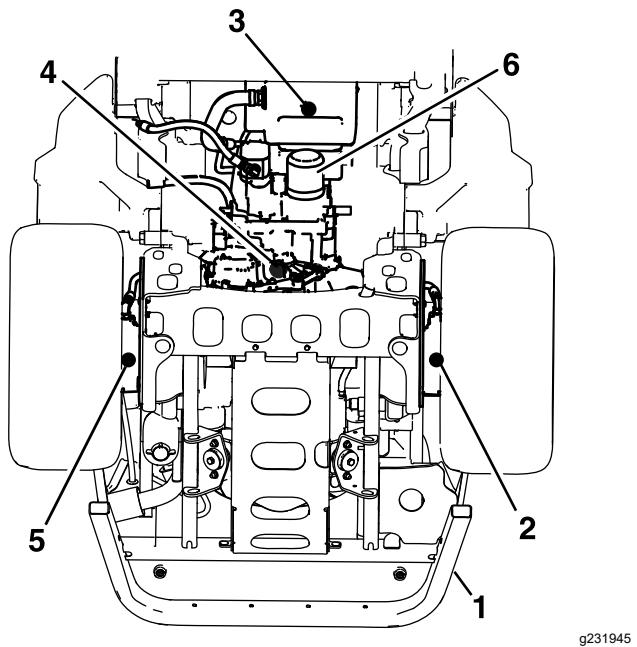

図 63
4. 油圧リザーバ、トランスマッショングケース、左右のホイールモーターの下に大きなドレンパンを置く図 63。
5. 各エリアからドレンプラグを取り外し、作動油を排出する (図 63)。
6. 油圧オイルフィルタ取り付け部の周辺をウェスできれいに拭き、フィルタを外す (図 63)。